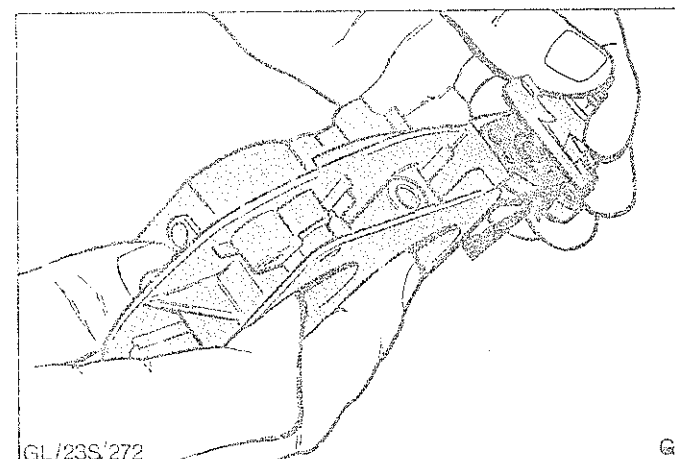

Abb.47 Unterdruckmembrandeckel abbauen
8. Schrauben (3) vom Unterdruckmembrandeckel entfernen und Deckel, Druckfeder und Membran herausnehmen, Abb.47.